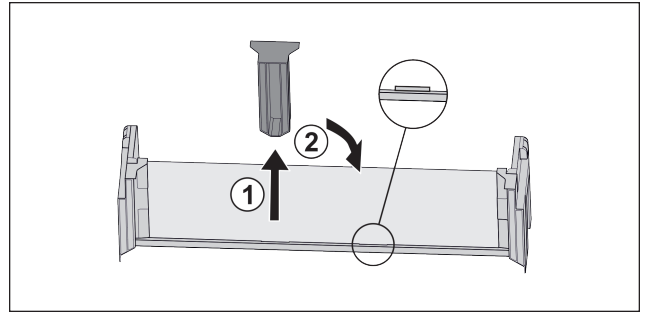

Fig. 110
- ▶ Retirar la pieza de sujeción central Fig. 110 (1).
- ▶ Colocar la pieza de sujeción central en la segunda posición Fig. 110 (2).